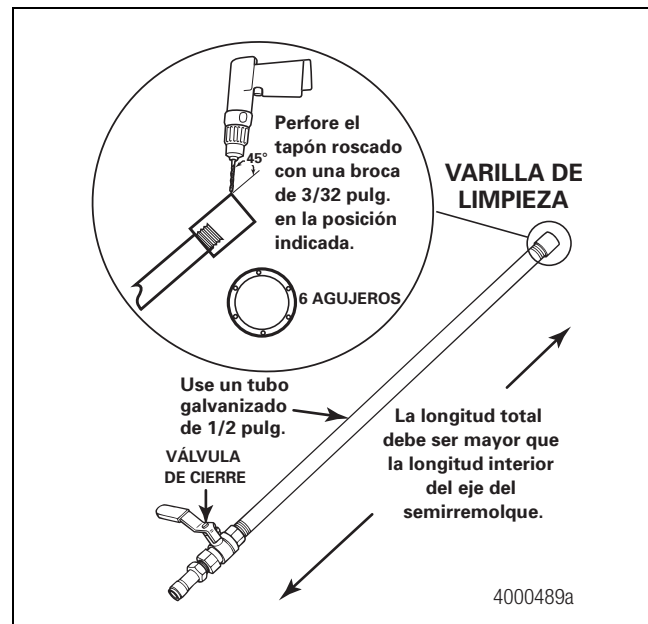
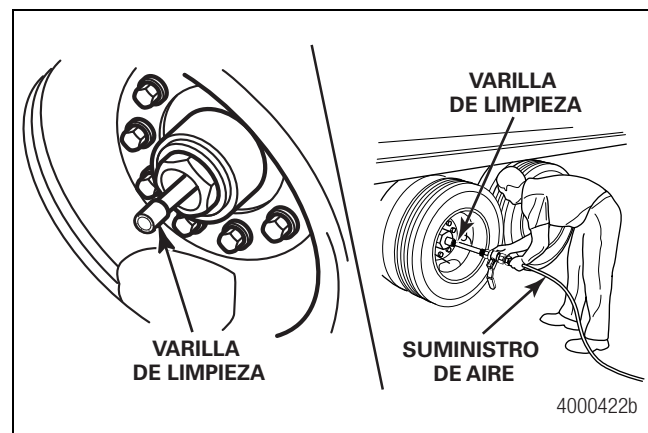

Figura 2.12
Figura 2.13
8. Conecte una varilla de limpieza a una fuente de aire comprimido. Consulte la Sección 7 para obtener información sobre cómo construir una varilla de limpieza. Figura 2.12. Empuje lentamente la varilla a través del eje hasta que salga por el lado opuesto. Durante esta operación, saldrá una corriente fija de aire desde la espiga del eje. Figura 2.13.